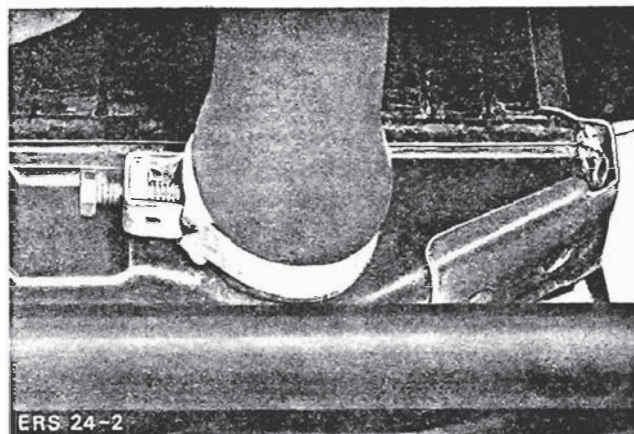

Fig. 64 - Afmonter kølerslangen fra køleren.
1. Afmonter batteriets stelforbindelse og afmonter bundkarskjoldet (4 bolte, 4 klemmer), tap kølevæsken af ved at afmontere kølerslangen fra kølerens nederste stuts samt fra motorens vandafgang foroven, Fig. 64.